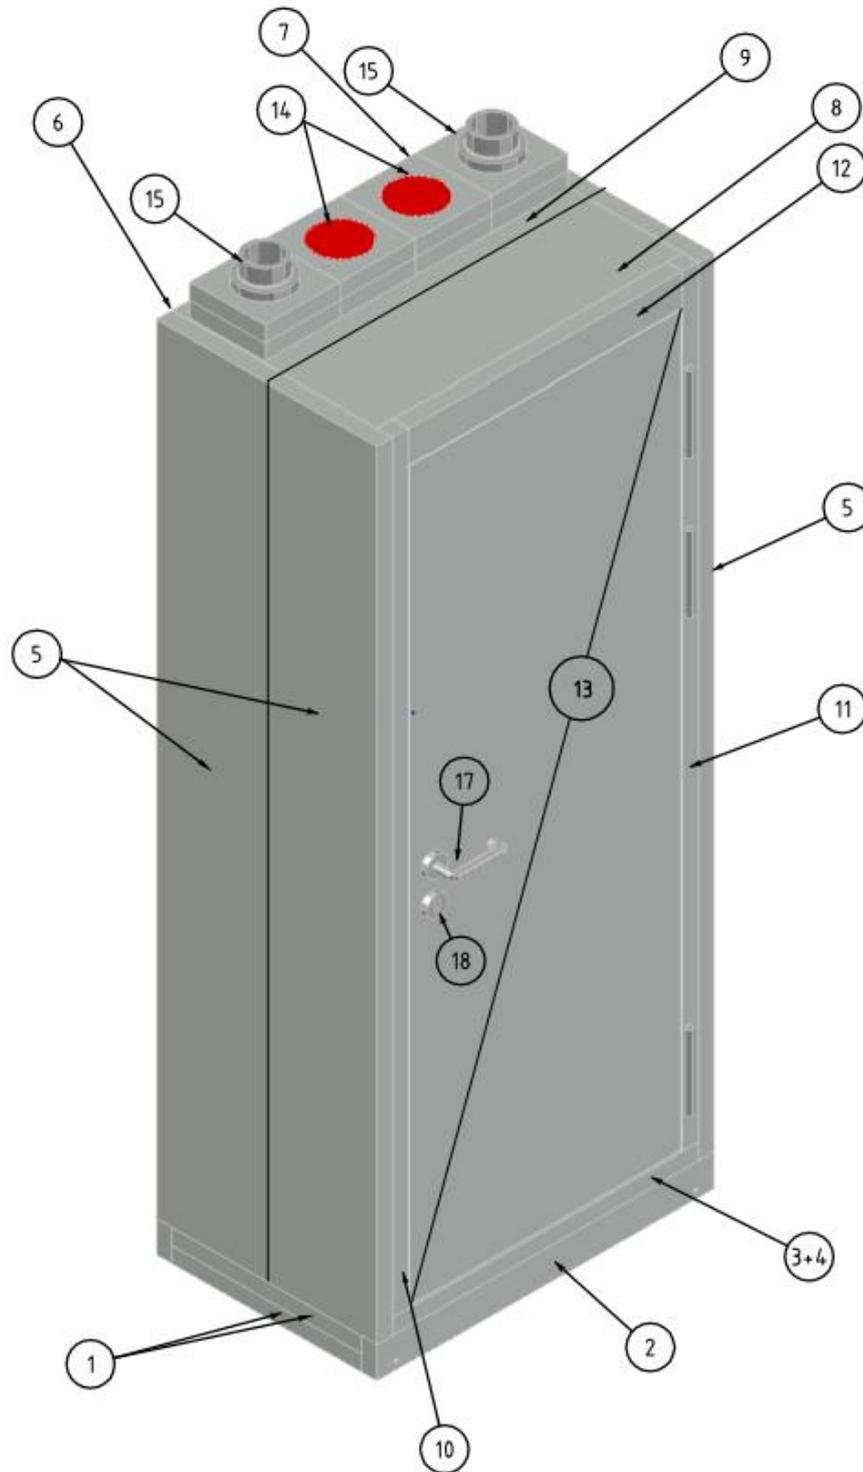

Abb. 1
- 2 Montagebeginn mit dem Sockel, ist kein Sockel vorhanden da optional, mit Nr.4 beginnen. (siehe Abb. 1)